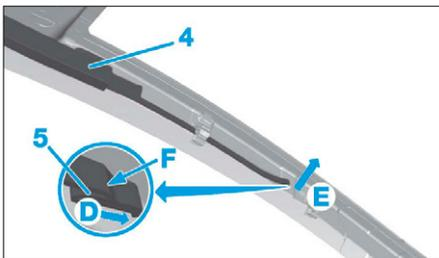

FIG. 10
- Dégager le brin (5) suivant la flèche (D) puis (E) par l'orifice (F) (Fig.10).
- Déposer l'airbag rideau (4).